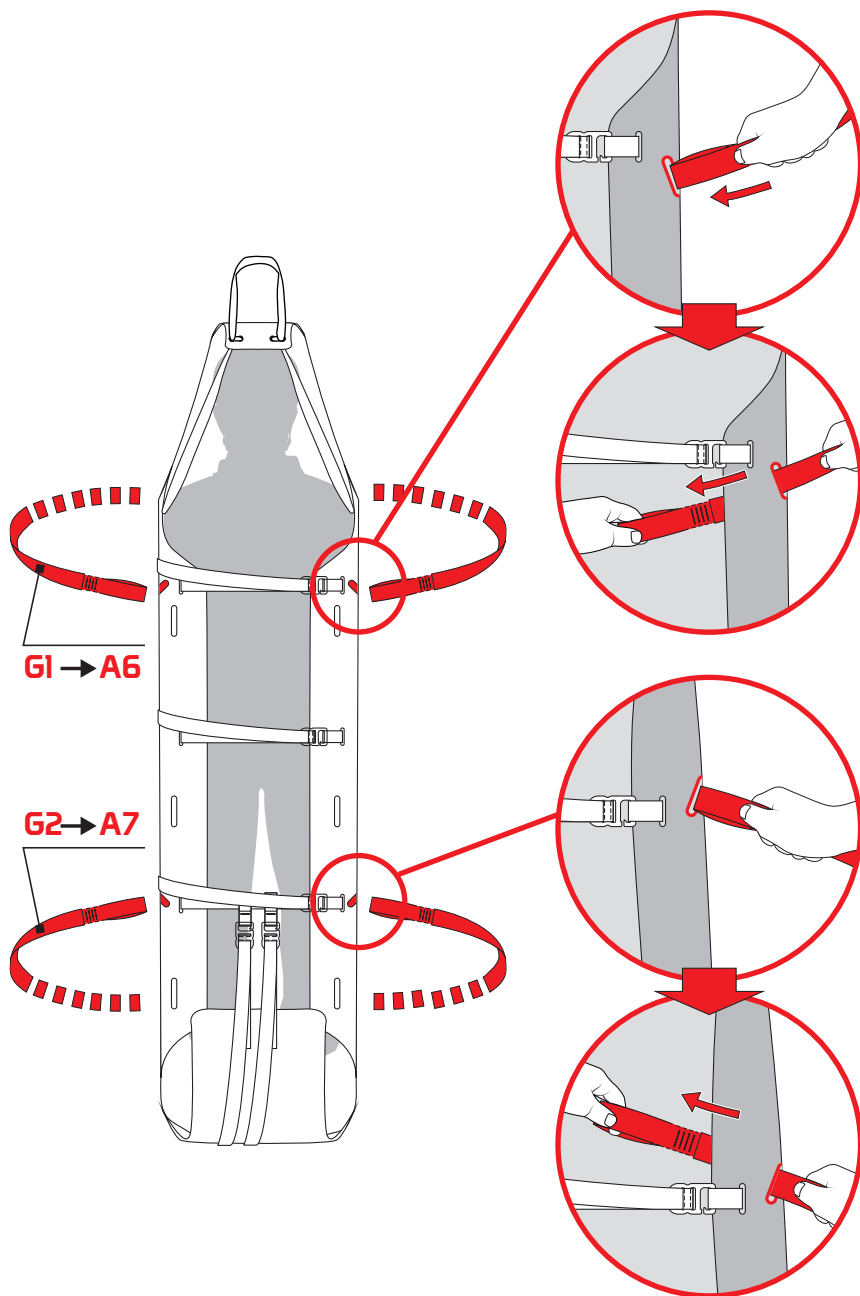

Fig.11
b) sollevamento/calata e/o trasporto mediante sospendita (G): inserire la sospendita corta (G1) nelle asole A6 e quella lunga (G2) nelle asole A7 del piano di appoggio (fig. 11),